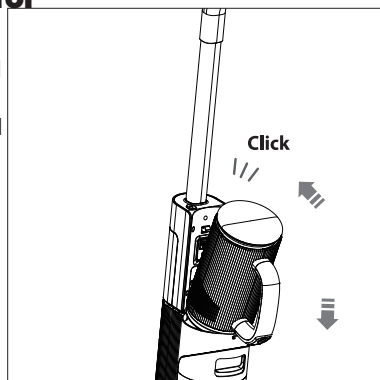

Fig. 28 – Colocación de la unidad del motor
- ▶ Presione con cuidado la unidad del motor en el aparato hasta que encaje de forma audible (**véase Fig. 28**).